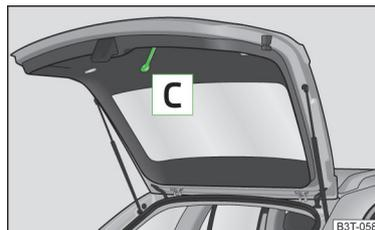

Abb. 22 Griff in der Innenverkleidung der Gepäckraumklappe
- › Die Klappe mit dem Griff  » Abb. 22 herunterziehen und mit leichtem Schwung zuschlagen.